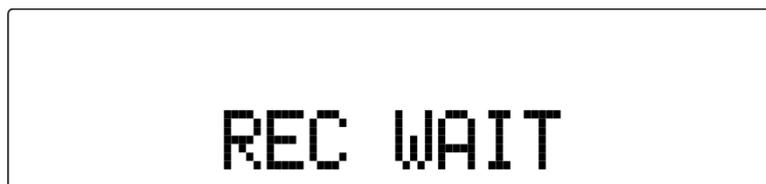

Fig. 08
- AUX : pour enregistrer directement à partir d'une source raccordée à une prise Aux In (23) sur une carte SD / MMC ou une clé USB (au format MP3).
- 02) En appuyant sur la touche **Rec** (44), l'enregistrement commencera bientôt. L'écran clignotera, comme le montre la figure 08.